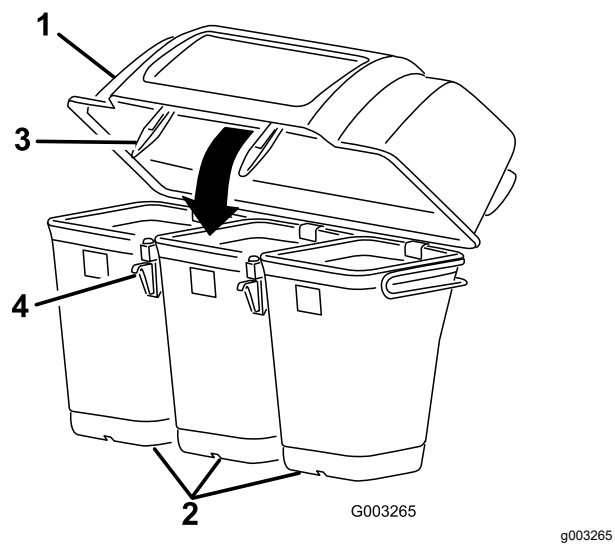
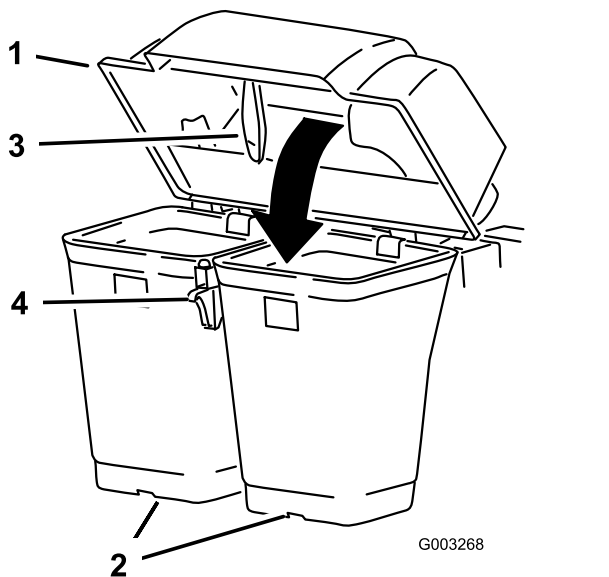

Figura 11
Figura 10
7. Abbassate il cofano sui cestini (Figura 10 o Figura 11).